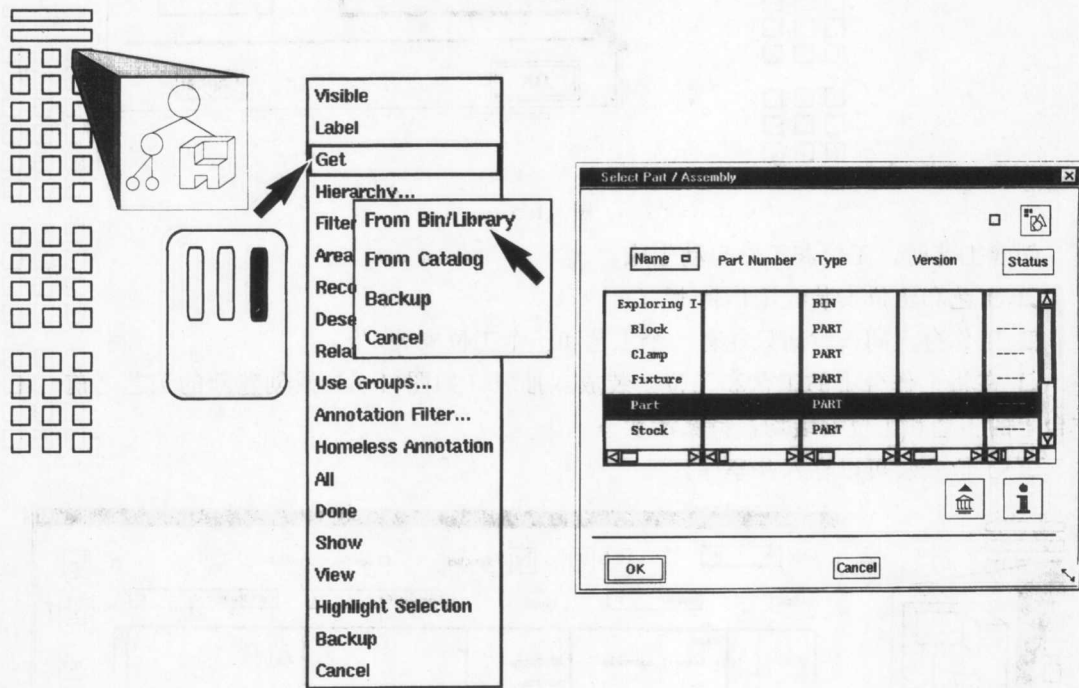

图 1-7
可从共享库取出工件给工位安装或创建工件给工位安装。如图 1-7 所示, 用 1-1-3 添加 (Add) 图标给工位安装添加工件, 有两种方法:
□ 如果工件在抽屉中, 在**选择工件/装配部件 (Select Part/Assembly)**对话框中加亮该工件 (如图 1-7 所示), 其虚拟件就被添加到工位安装中。